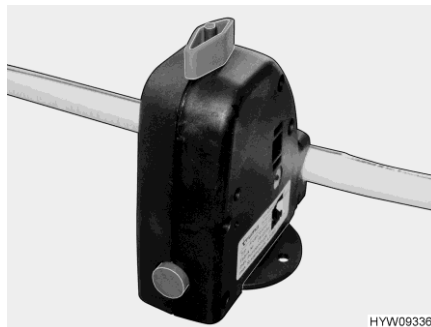

Bild 102 Säkerhets-/avtappningsventil
- Öppna säkerhets-/avtappningsventil (Bild 102). Vrid på vredet (Bild 102) mot säkerhets-/avtappningsventilen. Monteringsställe, se avsnitt 10.2.2.